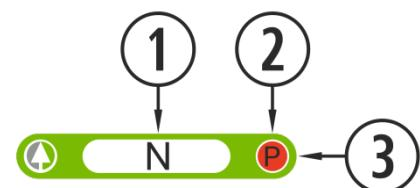

Figura 4
Per realizzare l'accensione dobbiamo premere il pulsante (pulsante on-off ) sul pannello di controllo. Il punto ③ della figura 4 il suo colore cambierà a misura che passa per le diverse fasi di accensione.